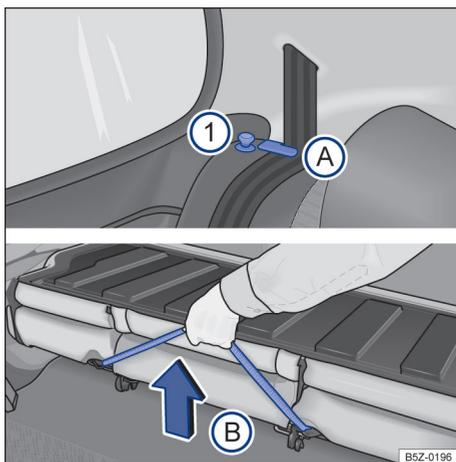

Fig. 66 Banco traseiro: pinos de destravamento ①; posicionador para os cadarços dos cintos A; alça para destravamento do conjunto do assoalho B.
- Posicionar os cadarços dos cintos de segurança nos seus respectivos posicionadores → Fig. 66 (A).
- Levantar o pino → Fig. 66 (1) de destravamento em ambos os lados para cima e, ao mesmo tempo, rebater o encosto do banco traseiro para frente.
- Puxar a alça → Fig. 66 (B) para destravar o conjunto do assoalho e, ao mesmo tempo, levantar o **cuidadosamente** na direção dos bancos dianteiros.
- Segurar o banco traseiro pela alça → Fig. 66 (B) e, soltar de uma altura de 15 cm.
- Retirar os cadarços do cinto de segurança do posicionadores → Fig. 66 (A). Para veículos com cintos de três pontos fixos, recolocar as linguetas nos respectivos fechos.